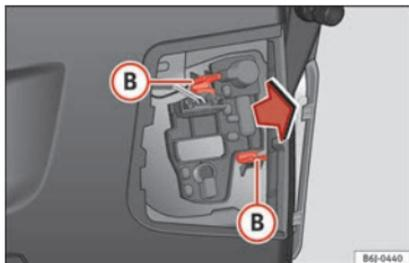

Fig. 201 Desmontaje del portalámparas.
- Desmonte el portalámparas presionando los clips de sujeción **(B)** » » fig. 201 y extrayéndolo hacia afuera.